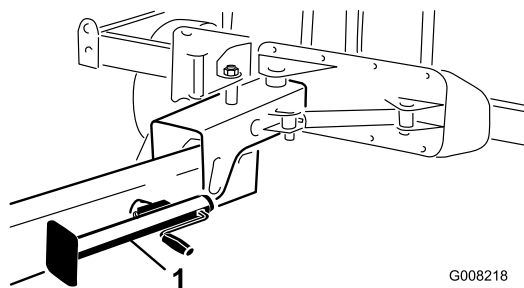

Figure 24
8. Abaissez le cric au sol pour stabiliser la machine (Figure 24).